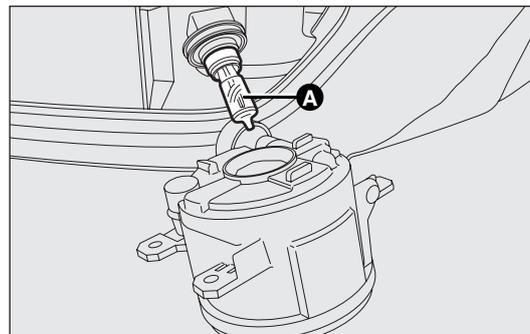

fig. 145
- estrarre la lampada A-fig.145 ruotandola in senso antiorario e scollegare il connettore elettrico.